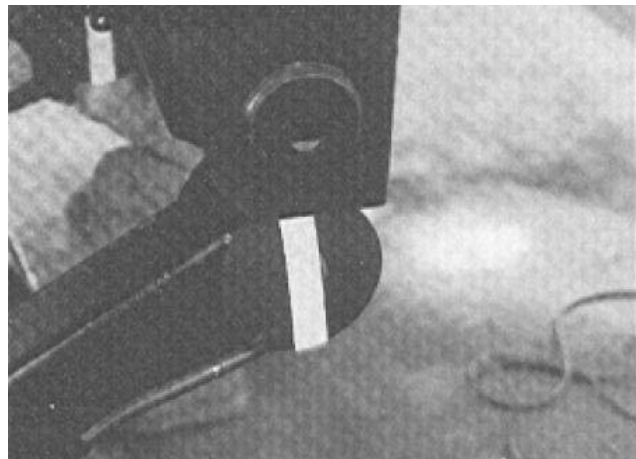

Figura 13
5. Cuidadosamente guíe las vigas de la suspensión y las rondanas de plástico en las perchas. La cinta puede permanecer en las rondanas de plástico durante la instalación. Ver Figura 13.